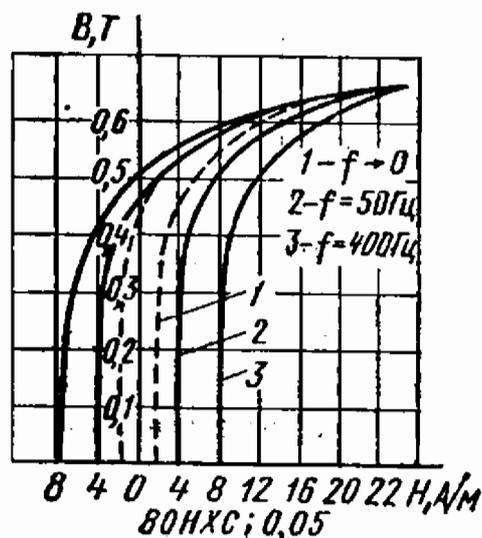

Рис. 10.6
10.6. При различной частоте перемагничивания тороидального сердечника были сняты три динамические петли ферромагнитного материала (рис. 10.6). Во всех трех случаях для частот $f = 400$,
где V_c — объем сердечника, м³; S — площадь петли, см²; $m_H = 4$ А/м/см и $m_B = 0,067$ Т/см — масштабы по осям координат, в которых построены петли (рис. 10.6).